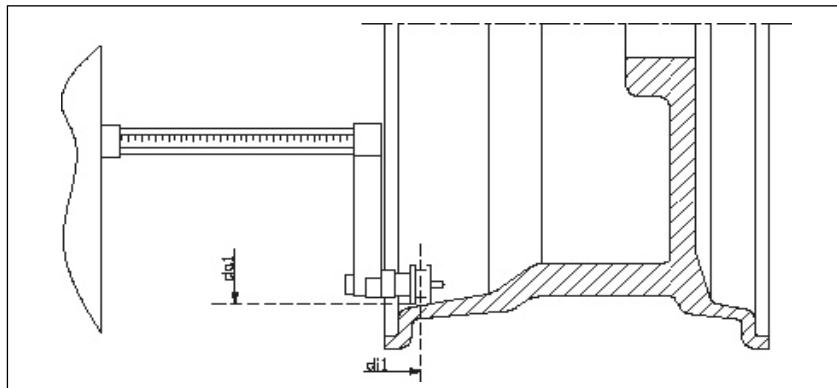
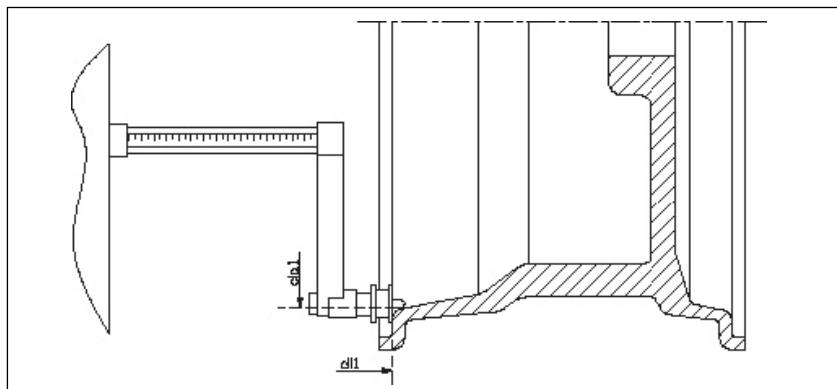

Figura F3.8- Aquisição automática do valor de distância interna do aro no modo ALS2
Figura F3.7- Aquisição automática do valor de distância interna do aro no modo ALS2
- 3) Puxe o medidor de distância/diâmetro contra a posição onde o bloco de equilíbrio será colocado no lado interno do aro. O modo ALS1 é mostrado na figura F3.7; o modo ALS2 é mostrado na Figura F3.8;